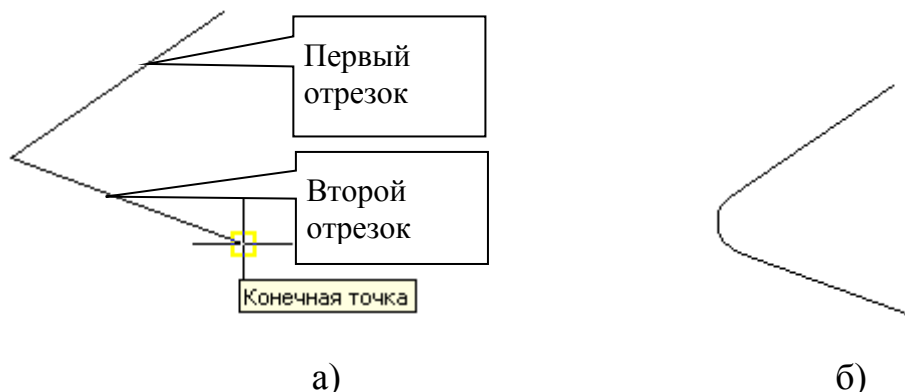

Рис. 29. Сопряжение двух пересекающихся прямых
1.2) Сопряжение двух пересекающихся прямых (Рис. 29 а).
Результат построения показан на Рис. 29б.